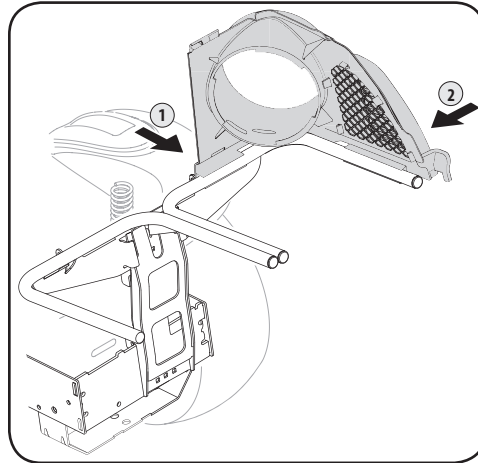

Figura 4-9
1. Incline el frente del soporte del canal superior ligeramente hacia adelante y ajuste a presión el pestillo del lado frontal al riel, como se indica en (1) de la Figura 4-9. Deslice el broche detrás de la lengüeta.
2. Calce a presión el soporte del canal superior colocando primero la porción lateral sobre el riel de soporte de la embolsadora. Consulte (2) en la Figura 4-9.